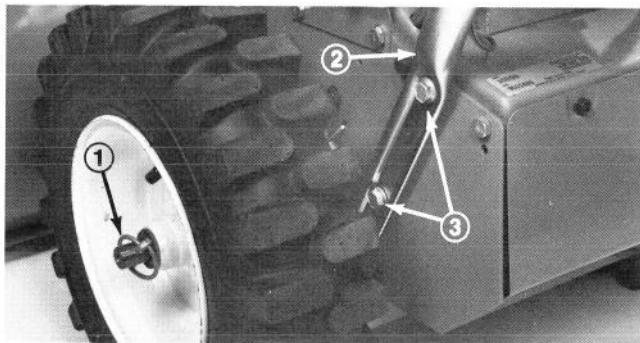

Fig. 1
3. Placer håndtagene mod ydersiden af trækdelens sideplade og spænd dem fast med de fire maskinskruer (Fig. 1).
Bemærk: Hjulsplitten kan udtages og hjulet kan skubbes længere ud på akselen, hvorved det bliver nemmere at komme til den nederste maskinskrue (Fig. 1).